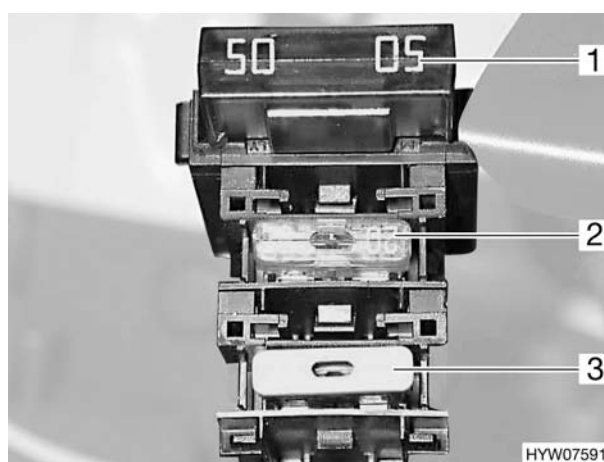

Fig. 132 Fusibili nella batteria di avviamento
- Tipo di fusibile (Fig. 132,1):
- Tipo di fusibile (Fig. 132,2):
- Tipo di fusibile (Fig. 132,3):